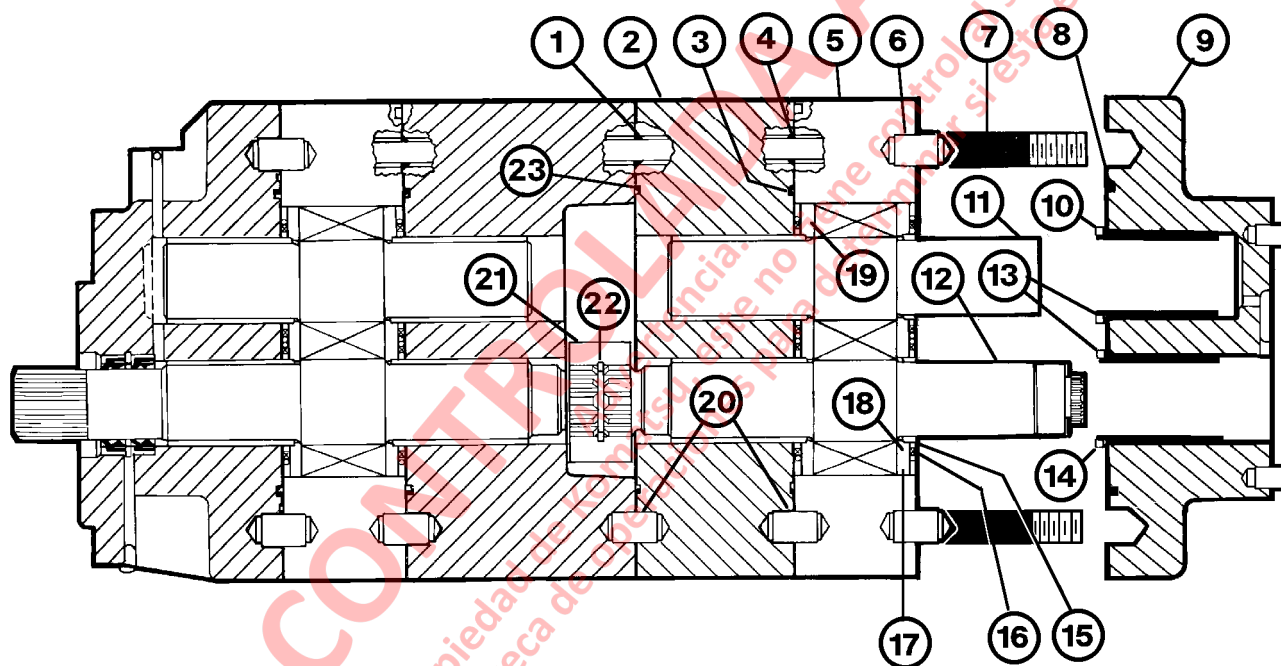

FIGURA 3-5. DESARME DE LA BOMBA DE LEVANTE (sección trasera)
5. Retire la placa conectora (9, Figura 3-5). Retire el O-ring (8) y los anillos de acero (10) y (14). Retire las espigas (6) si están dañadas o si es necesario reemplazar la placa del conector.
8. Retire la placa de conexión (2, Figura 3-5). Retire el O-ring (23) y los O-rings de espárrago (1). Retire las espigas (20) si están dañadas o si es necesario el reemplazo de la placa de conexión.
9. Retire el acople (21). Retire el anillo de retención (22) si está dañado y si es necesario reemplácelo.